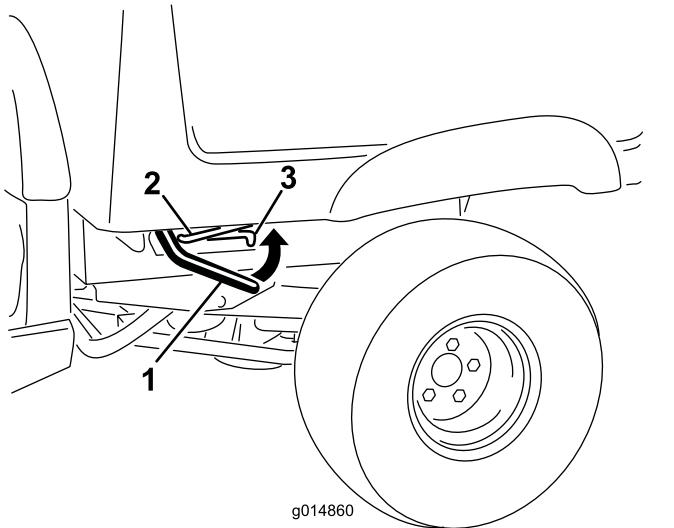

Figura 3
1. Sollevate la leva del dispositivo di fermo su ciascun lato della macchina, vicino all'angolo anteriore del pianale di carico, e sollevate completamente il pianale (Figura 3).
2. Fissate il pianale di carico tirando l'asta di supporto nell'arresto posteriore all'estremità della fessura presente nel lato sinistro della macchina (Figura 3).
8. Sollevate la leva del dispositivo di fermo su ciascun lato della macchina, vicino all'angolo anteriore del pianale di carico (Figura 3).